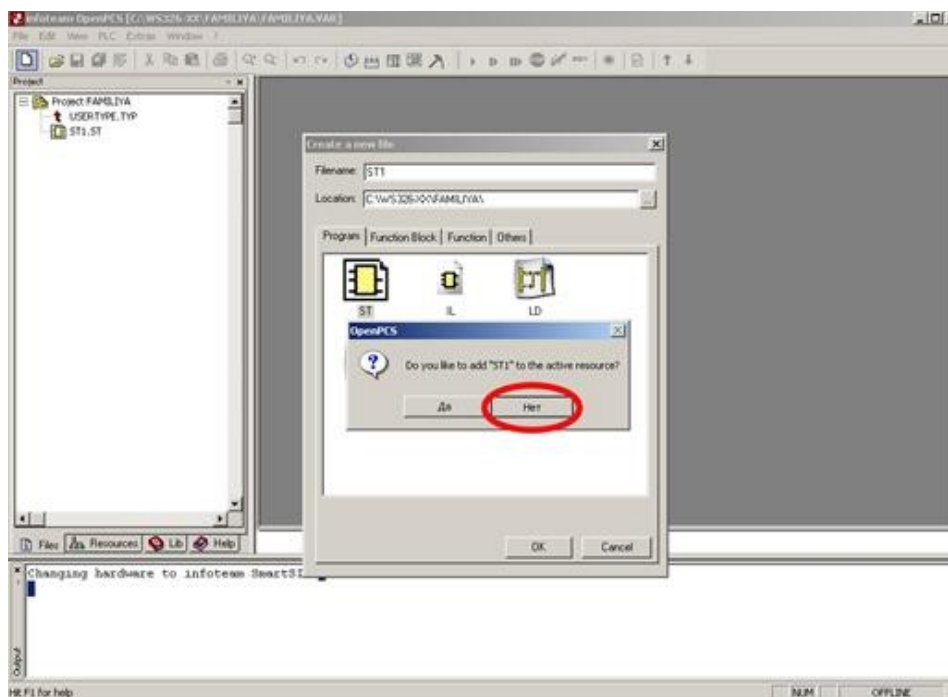

Рис. 5
4. Создайте новую программу на ST (File->New) с именем ST1, на предложение о добавлении созданной программы к активному ресурсу ответить отказом (Рис.5.). Ознакомьтесь с ключевой для дальнейшей работы информацией: